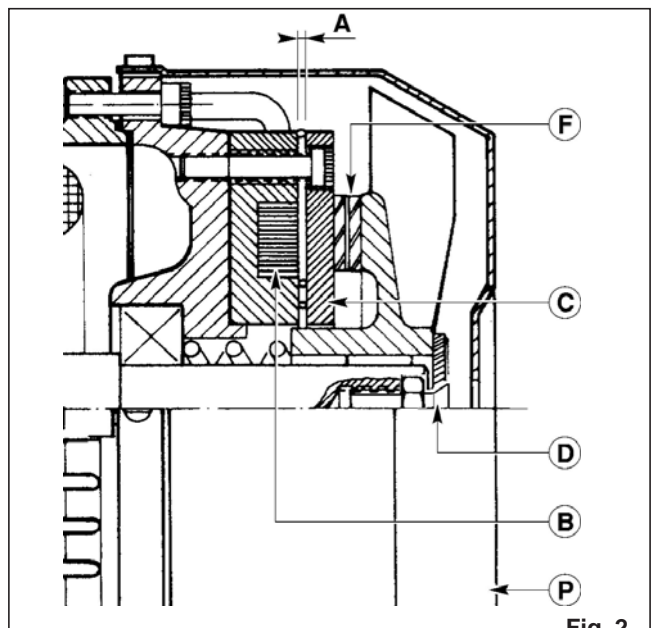
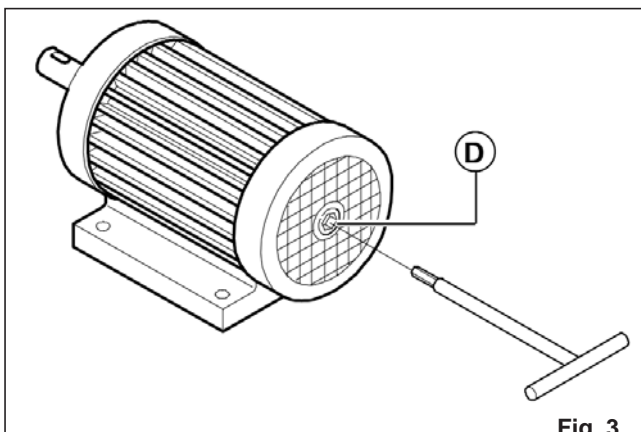

Fig. 2
Fig. 3
- spänn gradvis skruven **D** (fig. 3) tills de rörliga delarna är nära varandra och avståndet **A** (fig. 2) inte längre existerar (mellanrum);